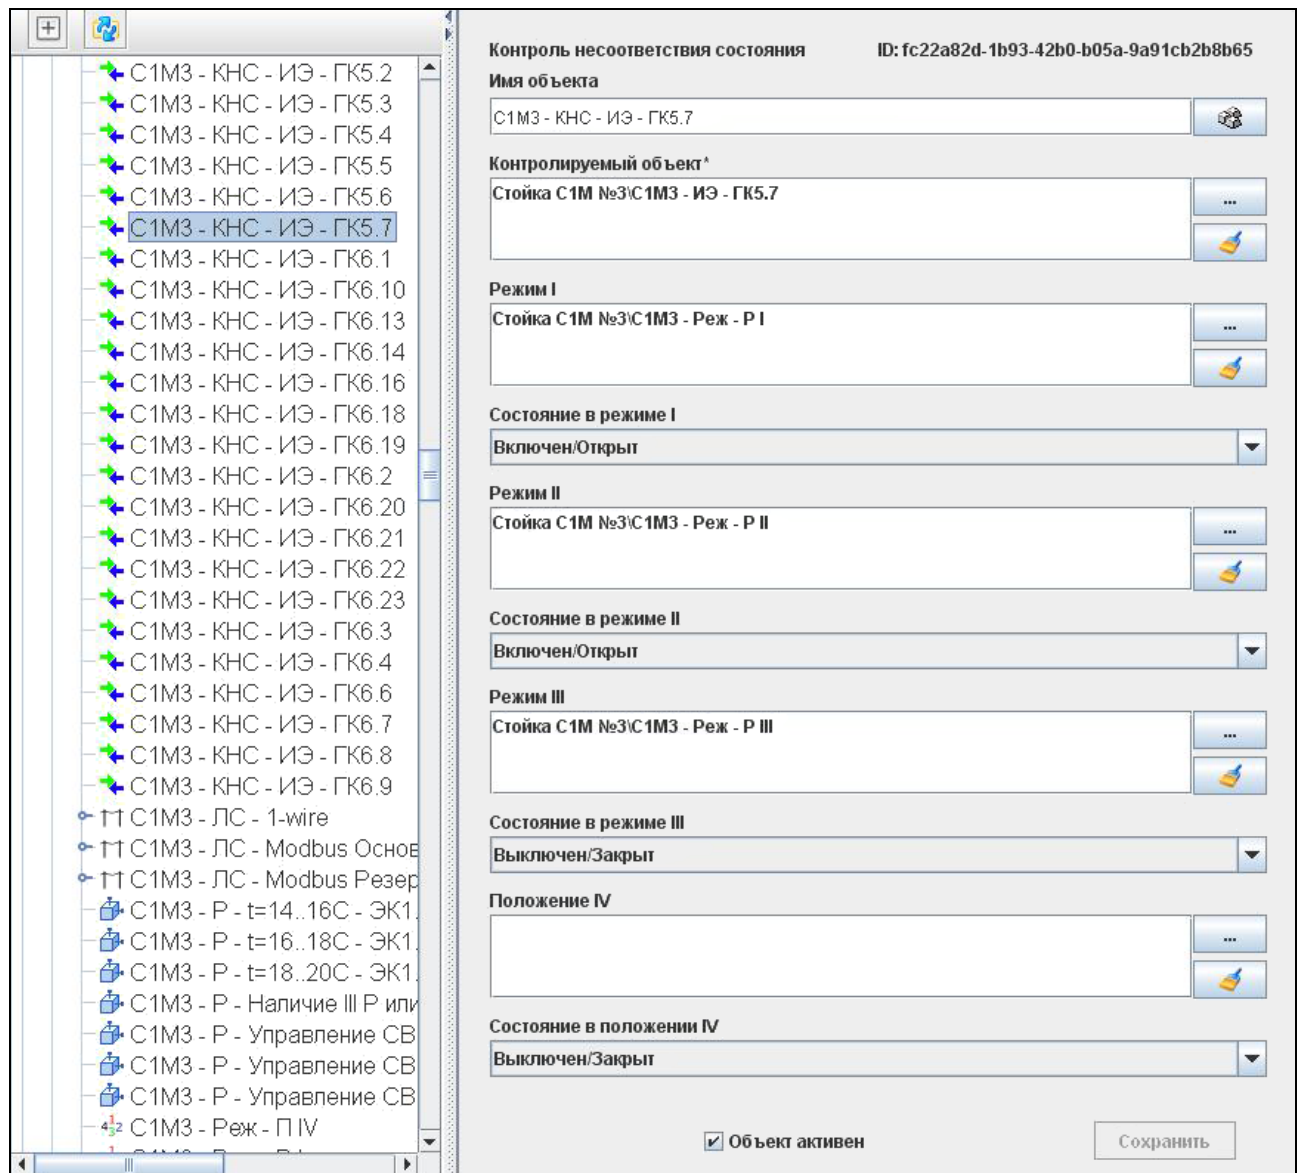

Рисунок 29 — Контроль несоответствия состояния
3.10.36.1. Служит для отображения несоответствия состояния дискретного устройства режиму работу (см. п.). Возможна проверка состояния для четырех различных режимов работы (рис. 29).